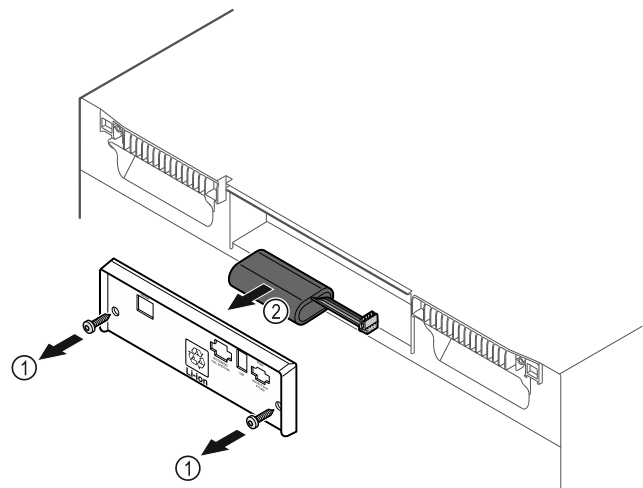

Fig. 237
- ▶ Dévisser les vis et retirer le couvercle situé à l'arrière de l'appareil Fig. 237 (1).
- ▶ Débrancher et retirer la batterie Fig. 237 (2).